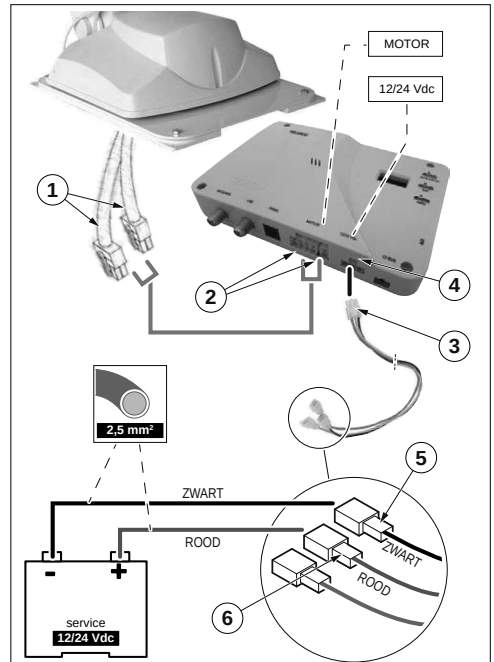

Fig. 4
5. Druk op de SAT knop (7) op de bedieningsunit en wacht totdat de steunarm van de schotel (8) omhoog gaat. Schakel zodra de verticale positie is bereikt de Telesat BT uit door de voedingskabel ("Fig. 4" - 3) van de bedieningsunit los te koppelen.
8. Sluit de voedingskabel ("Fig. 4" - 3) weer aan op de bedieningsunit en wacht tot de steunarm weer inklappt.